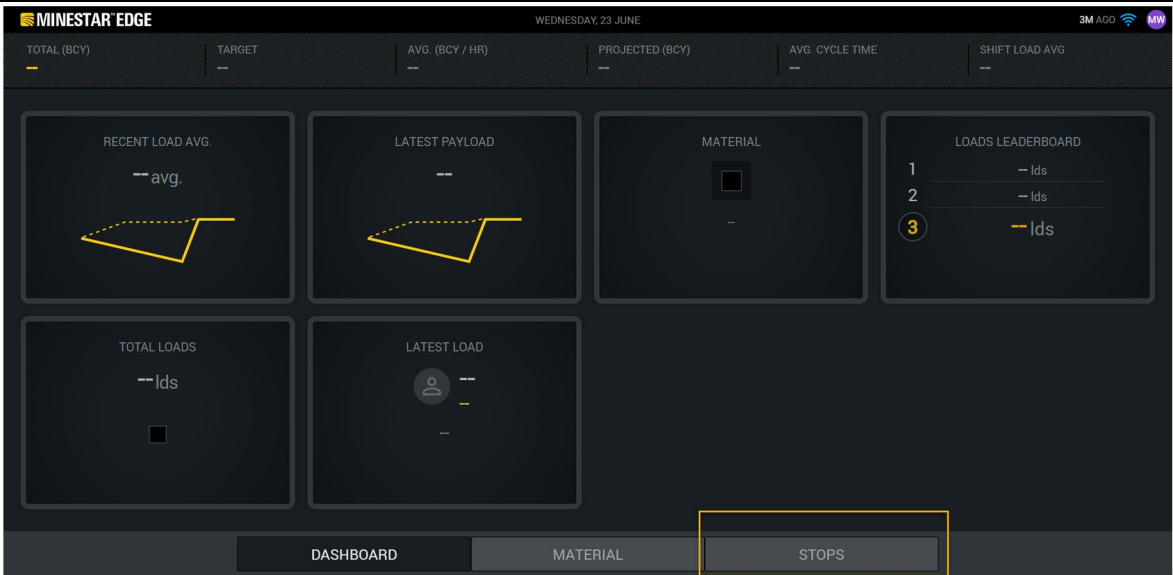

Рисунок 19
2. Оператори можуть визначити причини зупинки на дисплеї оператора. Після вдалого входу в систему натисніть кнопку зупинок у нижній частині екрана, як показано на рис. 19 .